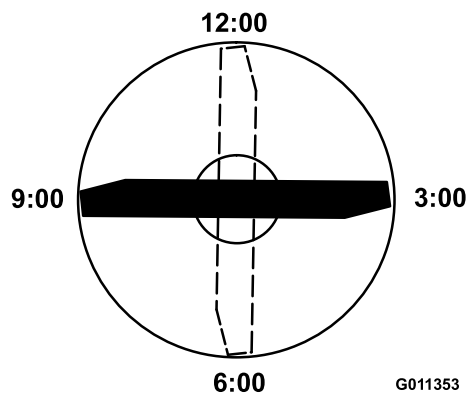

Рисунок 101
4. Установите режущую кромку отмеченного конца ножа в положение «12 часов» (строго прямо по направлению скашивания) (Рисунок 101) и измерьте высоту от стола до режущей кромки ножа.
5. Поверните отмеченный конец ножа в положения «3 и 9 часов» (Рисунок 101) и измерьте значения высоты.